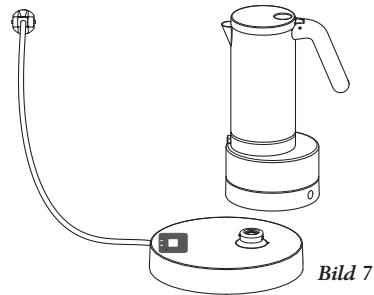

Bild 7
- Stellen Sie den Espresso-Kocher auf den Anschlusssockel (Bild 7).